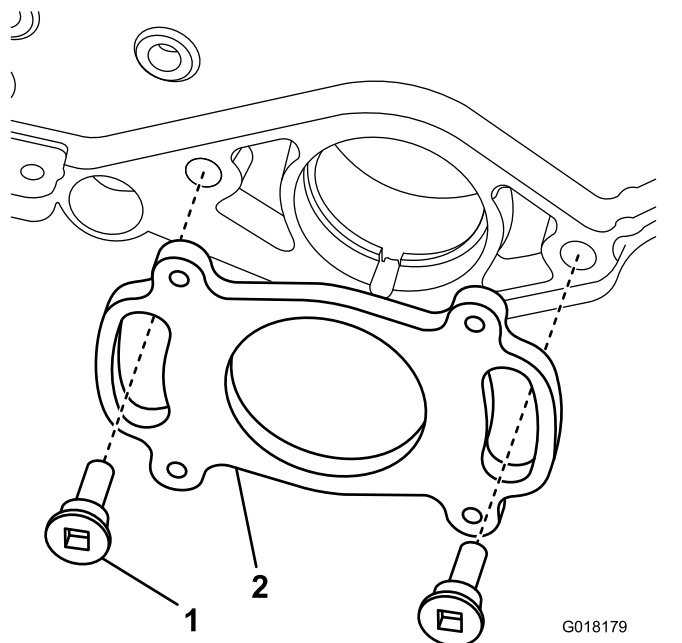

图8
1. 如**图8**所示、使用 2 个轴肩螺栓固定后安装板。